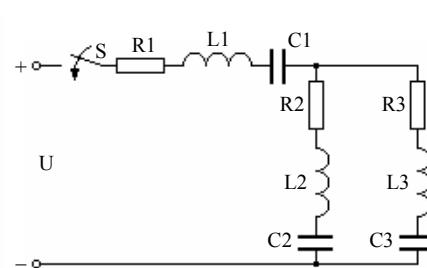

Рис. 15.5
**5. Исходные данные.** Цель, изображенная на рис. 15.5, имеет параметры, приведенные в табл. 15.5.